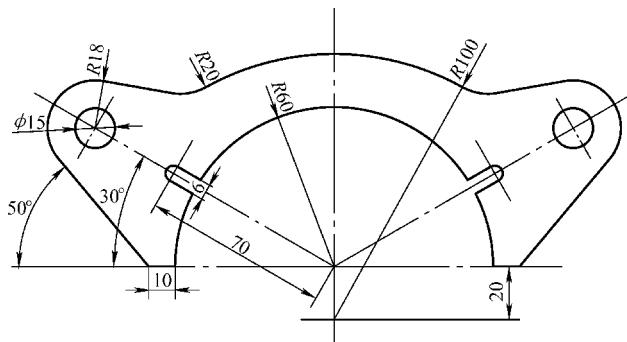

图 10-9 习题 2 图
2. 参照图 10-9 绘制图形，注意图中对称、相切、同心等几何关系并计算其面积。